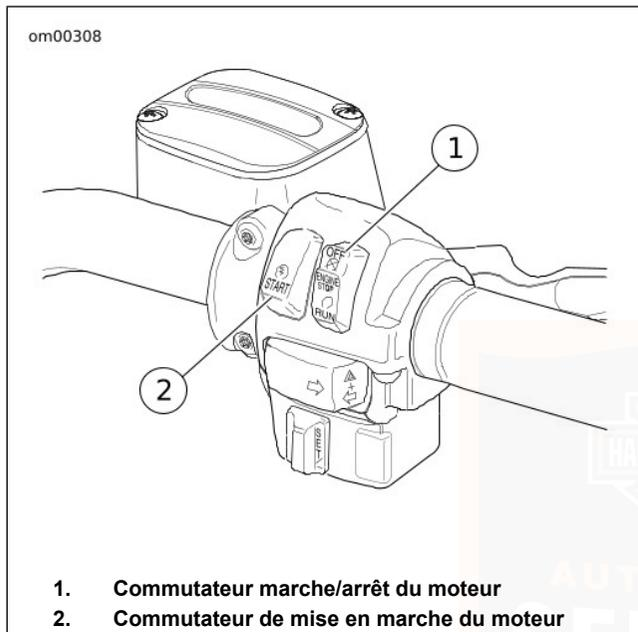

Figure 44. Commandes sur la droite du guidon : Moteurs Touring (typique)
2. Voir Figure 44. Mettre le commutateur de marche/arrêt en position MARCHE.